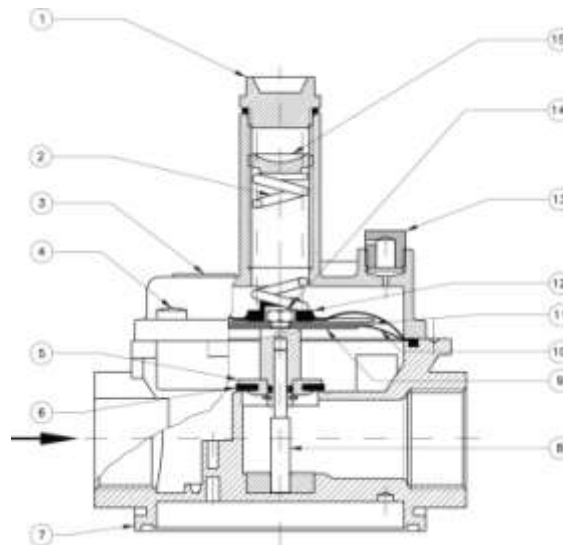

Рис. 3
Клапан (рис. 3) состоит из: запорный колпачок (1); пружина регулирующего устройства (2); раструб (3); винты крепления (4); затвор (5); уплотняющая прокладка (6); корпус (7); центральный шток (8); нижний диск мембраны (9); рабочая мембрана (10); верхний диск мембраны (11); защитная мембрана (12); пылезащитный колпачок (13); гайка блокировки мембраны (14); регулировочный винт (15).